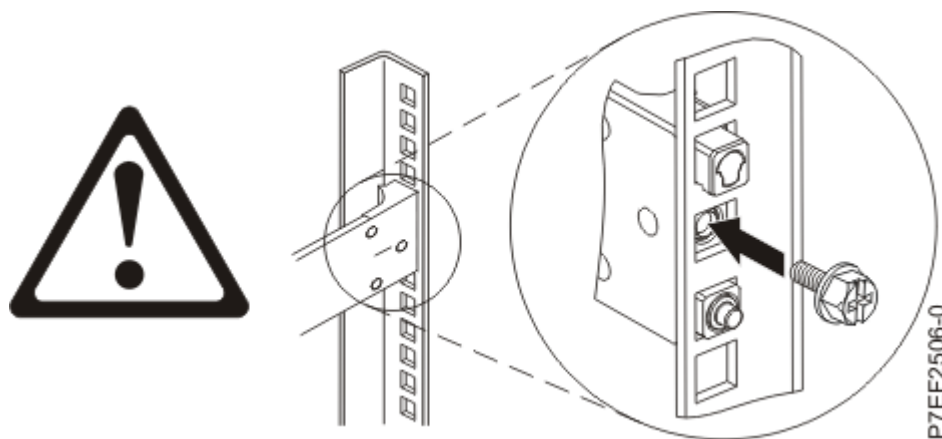

Рисунок 4. Повторная установка винта
4. Установите винт, который был выкручен на шаге “2” на стр. 4, как показано на Рисунок 4 на стр. 5.